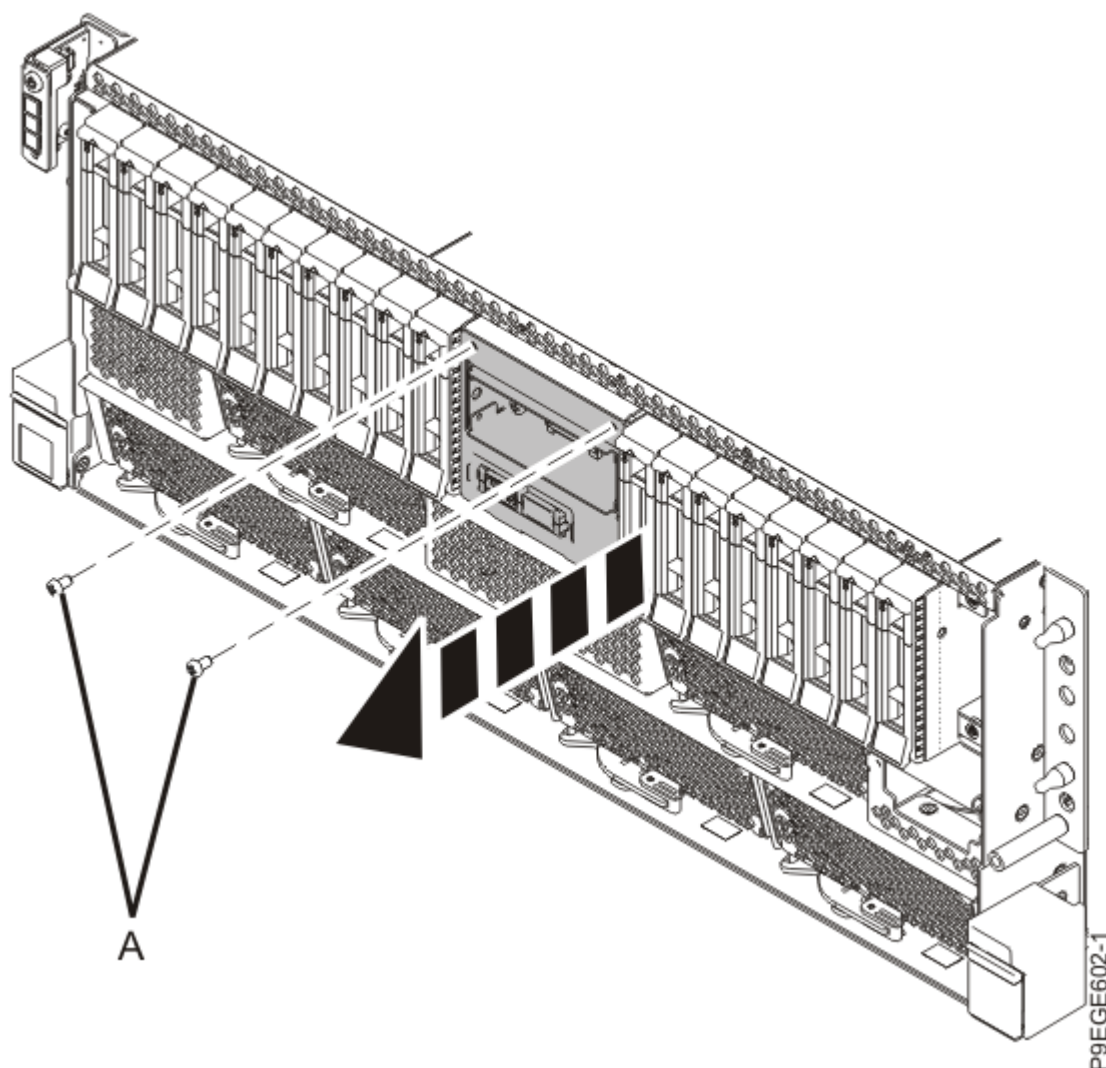

Figure 112. Retrait du support d'écran du panneau de commande de la patte de fixation pour un système monté en armoire
6. Pour le système monté en armoire, enlevez les deux vis **(A)** qui maintiennent le support d'écran du panneau de commande au châssis, comme illustré à la Figure 112, à la page 119.
7. Pour le système autonome, enlevez les deux vis **(A)** qui maintiennent le support d'écran du panneau de commande au châssis, comme illustré à la Figure 112, à la page 119.